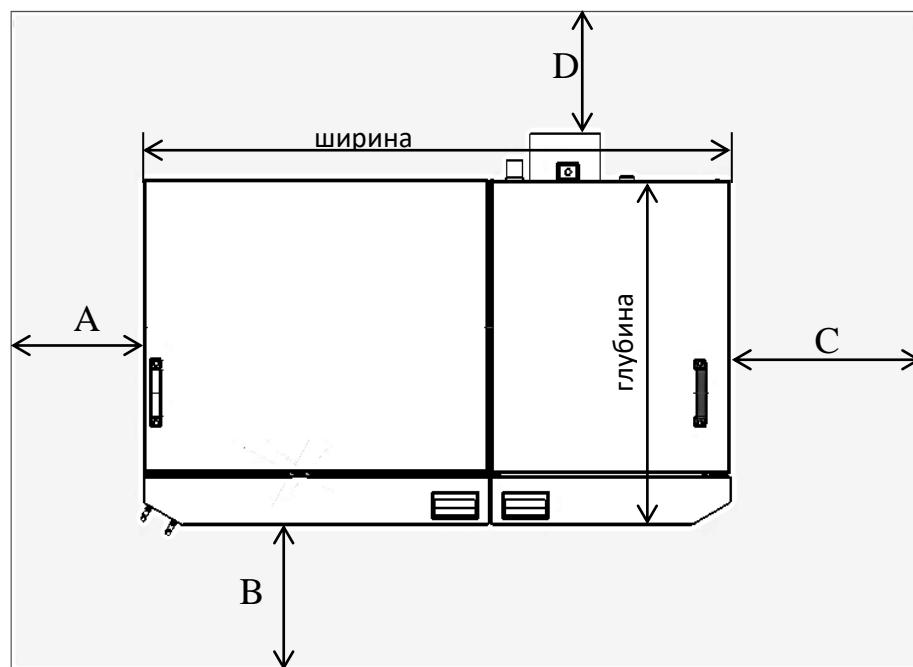

Рис. 20
2.7.1.4 При установке котла в котельной необходимо соблюдать требования выдерживания свободных расстояний до ближайших препятствий (рис. 20). В указанных размерах свободных расстояний не должно находиться никаких предметов, ни трубопроводов, ни других элементов котельной. Указанные технологические проходы должны быть свободны для доступа в любое время и ничем не загромождены.
Обозначение на рис. 20	Требуемое значение размера.